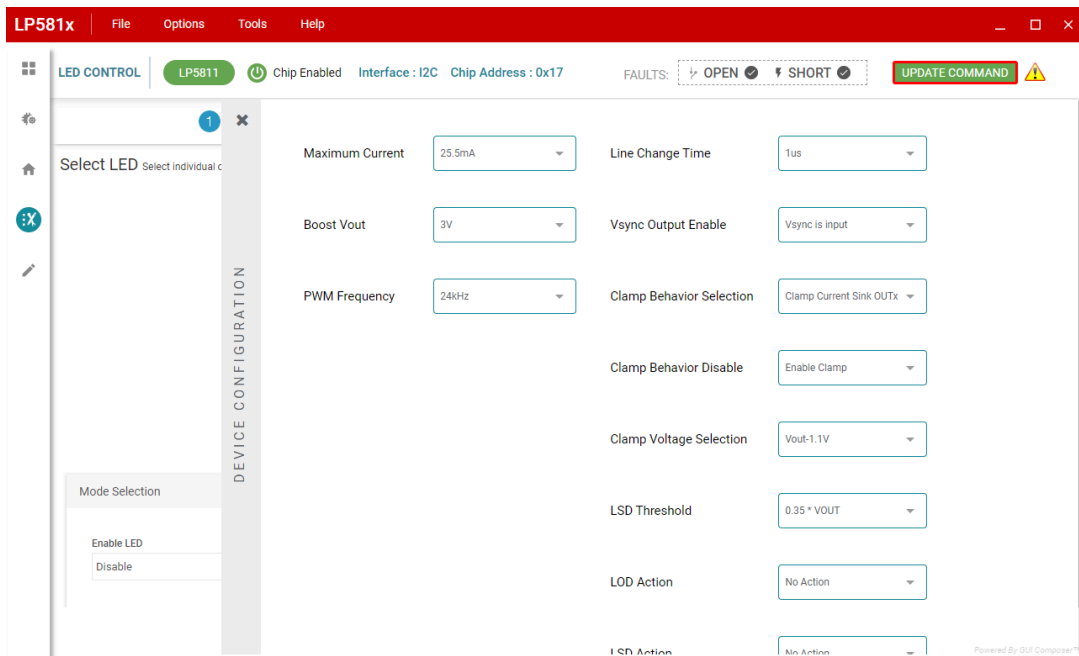

图 3-9. 器件配置页
5. **Device Configuration**：点击此按钮可导航至“Device Configuration”页面。请参阅图 3-9。